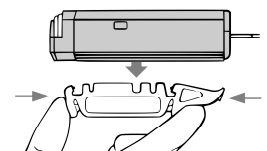

図 4
- d) スペーサーの両端を強くつまみ、スペーサーをニードルから取り外す (図 4)。
- e) スパーサーの両端を強くつまみ、ニードルからスパーサーを取り外す（図4参照）。